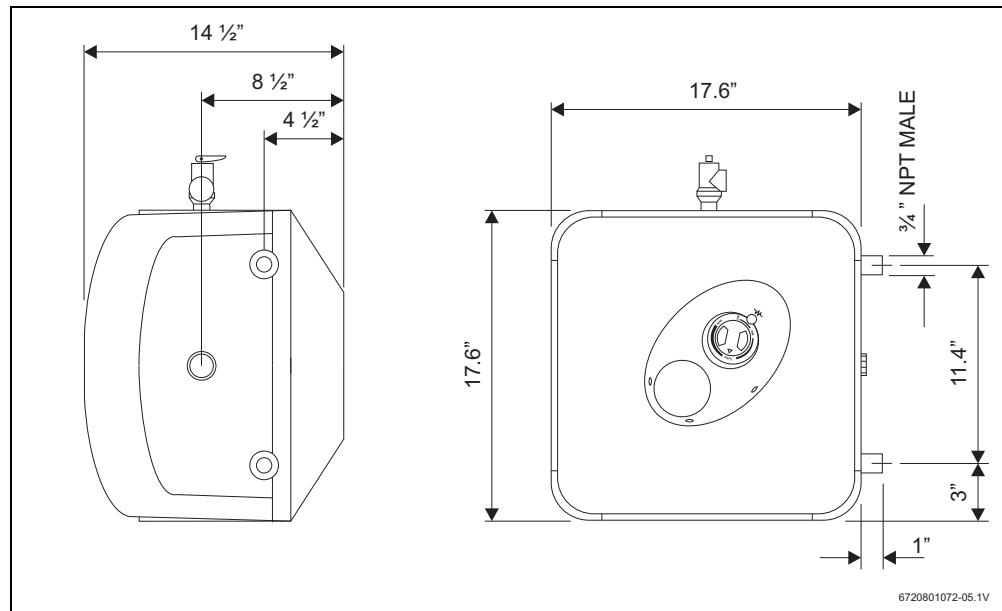

Fig. 7
- La válvula de alivio de temperatura y presión suministrada deberá instalarse en la parte superior. En la →Fig. 7 puede ver la ubicación de la válvula de alivio de T y P.